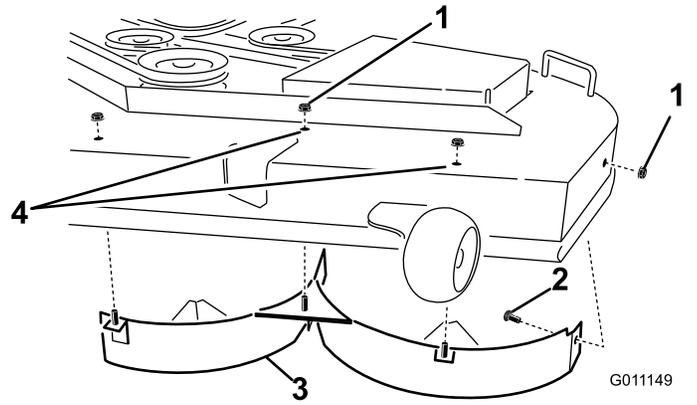

Figura 28
la carcasa del cortacésped, en las posiciones centro y centro izquierda (Figura 28).
6. Retire el deflector izquierdo de la carcasa del cortacésped según se muestra en Figura 28.